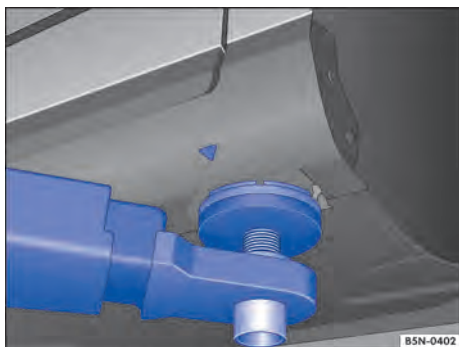
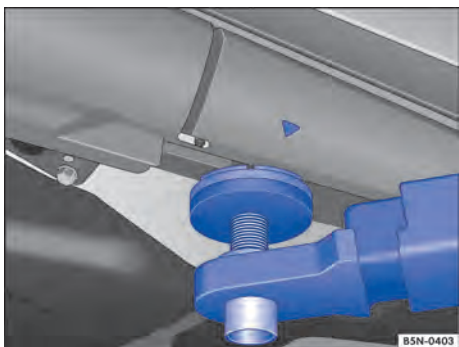

Fig. 214 Pontos de apoio dianteiros para a suspensão com plataforma elevatória ou com macaco.
Fig. 215 Pontos de apoio traseiros para suspensão com plataforma elevatória ou macaco.
O veículo deve ser suspenso somente pelos pontos de apoio indicados nas figuras \Rightarrow Fig. 214 e \Rightarrow Fig. 215. Se o veículo não for suspenso pelos pontos de apoio indicados, poderão ocorrer danos no veículo \Rightarrow  e ferimentos graves \Rightarrow .
- Suspender o veículo somente pelos pontos de apoio indicados nas figuras \Rightarrow Fig. 214 e \Rightarrow Fig. 215. Se o veículo não for suspenso pelos pontos de apoio indicados, o veículo poderá cair da plataforma elevatória quando, por exemplo, o motor ou a suspensão for desmontado(a).